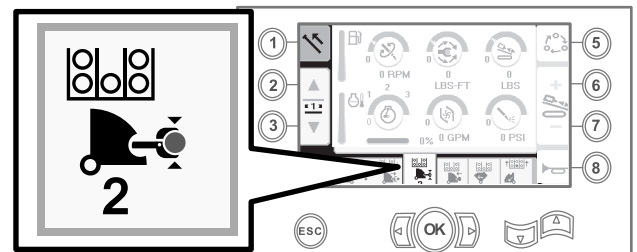

Figure 10
- Relâchez l'interrupteur à bascule pour passer à l'étape suivante dans la séquence (Figure 10).